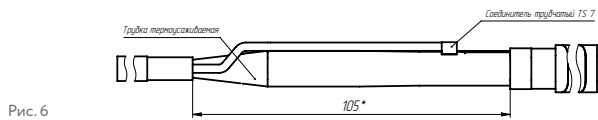

Рис. 6
6. Усадить с помощью воздушного термопистолета ($T=350\text{ }^{\circ}\text{C}$) трубку ВAM4RC-GX 14.0 BLK (105 мм), соединив снаружи дренажный проводник или жгут из оплетки кабеля и жилу с жёлто-зелёной оболочкой провода при помощи соединителя трубчатого TS 7 (рис. 6)